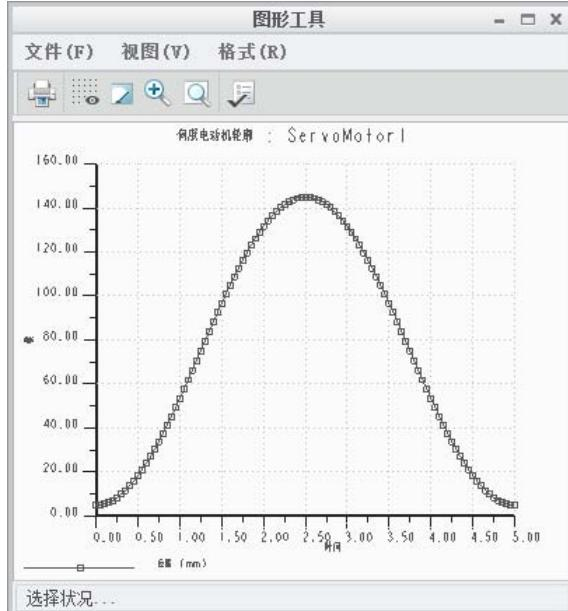

图 4.4.3 速度函数曲线
- (4) 选中**轮廓**选项右下方的位置复选框，然后单击图形按钮 X ，系统弹出图 4.4.3 所示的“图形工具”对话框。该对话框中同时显示伺服电动机的速度函数图形。
- (5) 单击对话框中的**确定**按钮，完成伺服电动机的定义。
- (6) 关闭“图形工具”对话框。